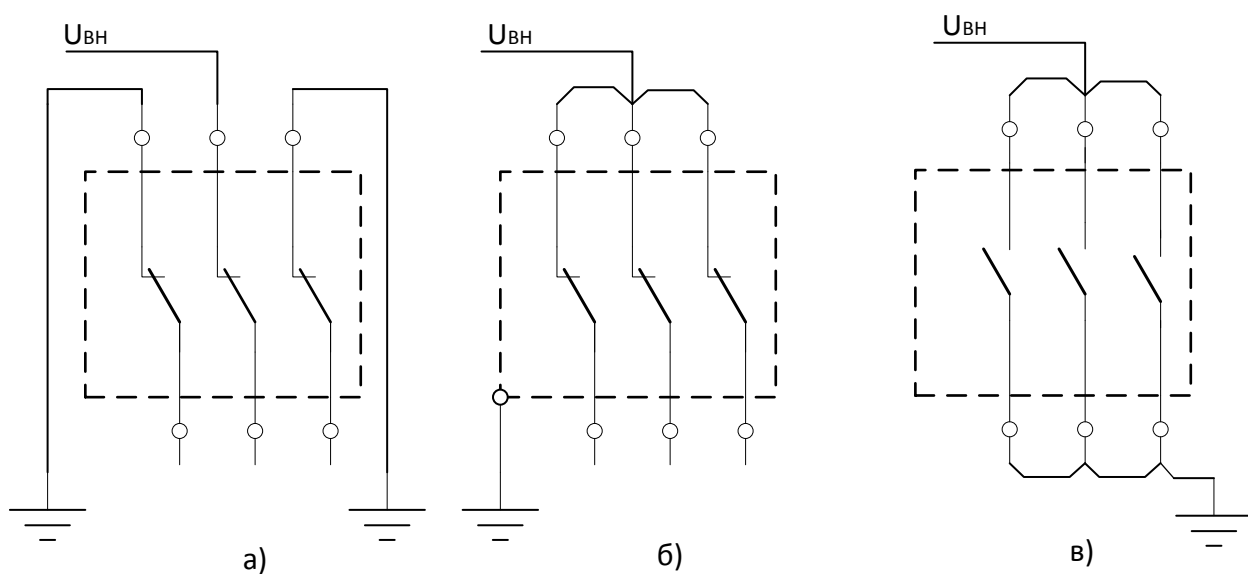

Рисунок 1
3.2.1 Испытаниям одноминутным напряжением промышленной частоты при плавном подъеме подвергается изоляция «фаза-земля», «фаза-фаза» и изоляция между разомкнутыми контактами главных цепей выключателя (см.рисунок 1).
Для схемы проверки по рис. 1а) и 1в) испытательное напряжение равно 42 кВ (для сети 10 кВ) и 32 кВ (для сети 6 кВ), для схемы рис. 1 б) – 37,8 кВ (для сети 10 кВ) и 28,8 кВ (для сети 6 кВ).
- к среднему полюсу выключателя во включенном его положении при заземленных крайних полюсах (рис. 1а). Этим проверяется междупазовая изоляция выключателя;
- ко всем трем полюсам выключателя при включенном его положении относительно "земли" (рис.1б). Этим проверяется основная изоляция выключателя;
- между разомкнутыми контактами одного и того же полюса при отключено положении выключателя (рис.1в). Этим проверяется изоляция внутреннего разрыва выключателя (продольная изоляция).